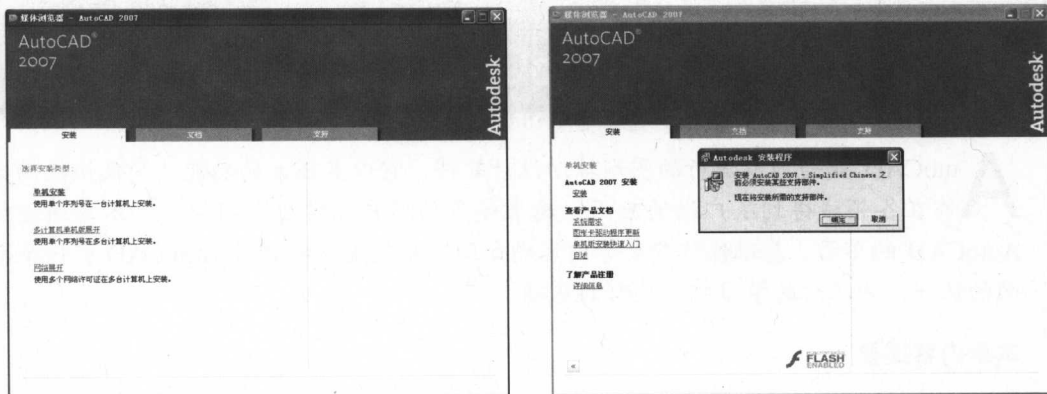

图 1-1 AutoCAD 2007 安装界面
(1) 在安装 AutoCAD 2007 之前,请关闭所有正在运行的应用程序。要确保关闭了所有防毒软件,将 AutoCAD 2007 的安装盘插入 CD-ROM 驱动器,稍后即可出现 AutoCAD 2007 的安装界面,如图 1-1 所示。如果关闭了光盘的自动运行功能,只需要找到光盘驱动